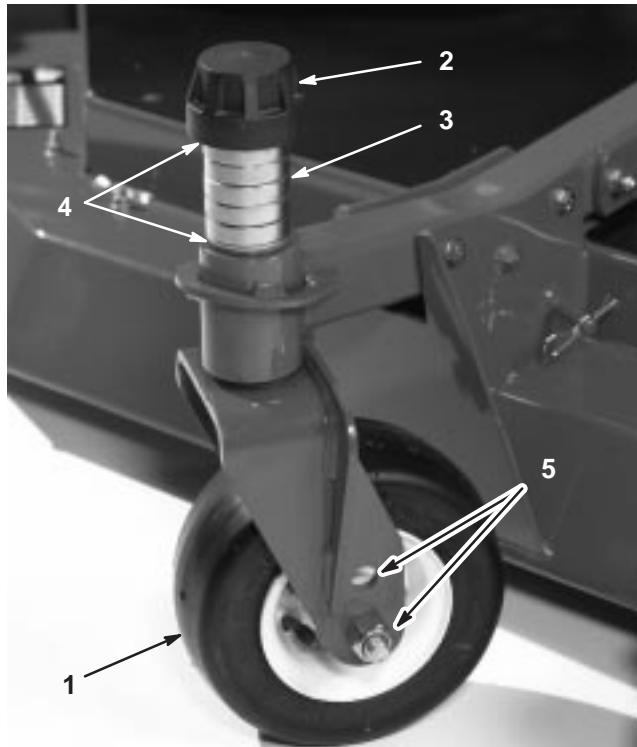

Bild 10
3. Entfernen Sie die Spannkappe von der Spindelwelle (Bild 10) und schieben die Spindel aus dem Laufradarm. Ziehen Sie Beilagscheiben (3 mm) so auf die Spindelwelle, wie sie ursprünglich montiert waren. Diese Beilagscheiben sind erforderlich, um alle Mähwerke über die Breite auf ein Niveau zu bringen. Ziehen Sie die erforderliche Anzahl von 13-mm-Distanzstücken (siehe die nachstehende Tabelle) auf die Spindelwelle, um die gewünschte Schnitthöhe herbeizuführen; ziehen Sie dann die Scheibe auf die Welle auf.